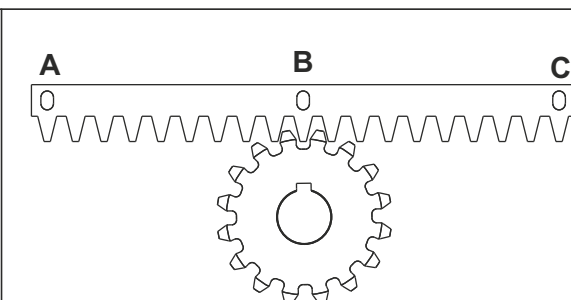
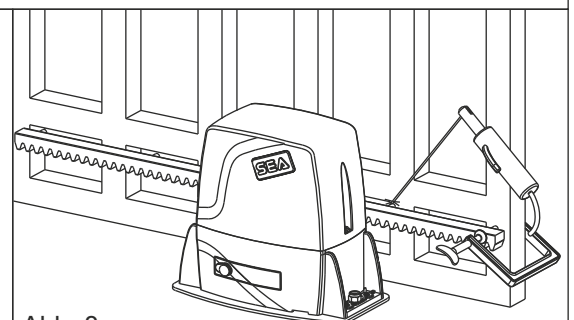

Abb. 7
Abb. 8
5.3. Das Zahnstangenelement parallel zur Bodenschiene des Tores, auf das Ritzel des Antriebs legen, siehe Abb. 7, ausrichten und den mittleren Stift an die Torstruktur festschweißen (Abb. 8). Das Tor manuell verschieben bis Klinke C mit dem Ritzel übereinstimmt, dann festschweißen. Den Vorgang für Klinke A wiederholen, nachdem sie in die Position des Ritzels gebracht wurde.